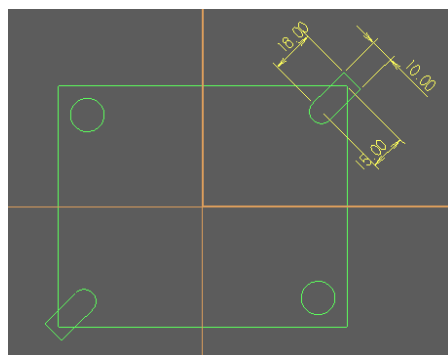
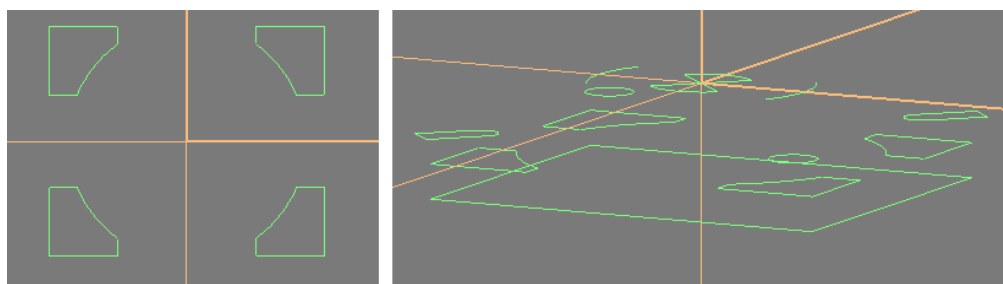
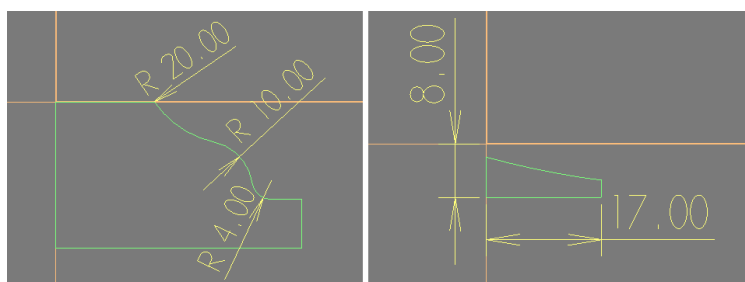
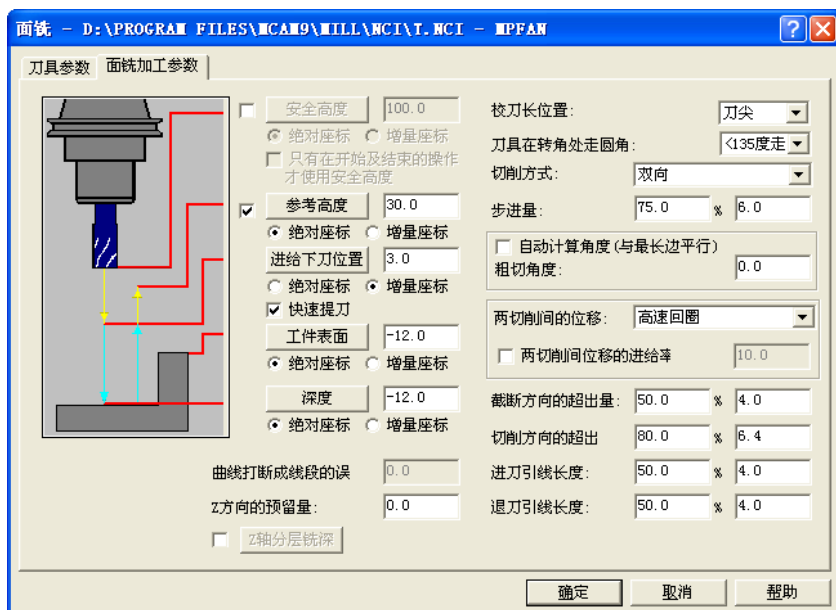

图 7-38 步骤 3) ~ 5) 模型
图 7-39 步骤 1) ~6) 模型
图 7-40 步骤 7) ~8) 模型
图 7-46 步骤 3) 面铣参数
5) 单击“转换”“单体补正”, 设定补正距离: 5, 分别将上述两条极坐标线补正两处, 并朝矩形外侧延伸 3mm, 以两点画圆的方式分别以直线的端点作圆  $2 \times \phi 10$ , 修剪各处并封闭图形, 完成图形如图 7-38 所示。
6) 设定新的作图深度 Z-20, 以原点为抓点方式作矩形 120×100、140×40、60×120, 以原点为圆心, 作圆 $\phi 104$ , 修剪各处, 完成图形如图 7-39 左所示, 步骤 1) ~ 6) 图形如图 7-39 右所示。
7) 新建第 2 层, 设定层名称 “line2”, 关闭第 1 层, 将视图切换到 “前视图”, 设定作图深度 Z0; 以原点为抓点方式作矩形 50×30, 点的位置点选 “左上”, 以任意点为第一端点作水平线, Y 坐标为-20、长度任意, 与该矩形相交; 以点 X30 Y-18 为圆心作圆  $\phi 20$ ; 单击 “圆弧” “切弧” “经过一点”, 圆弧要切的物体选择  $\phi 20$  圆, 输入经过点: X20 Y0, 输入半径: 20, 选择所要的圆弧, 单击鼠标左键确定; 同理, 单击 “圆弧” “切弧” “切两物体”, 分别选择  $\phi 20$  圆和 Y-20 的水平线, 半径 R4, 选择所要的圆弧, 单击鼠标左键确定; 修剪各处, 完成图形如图 7-40 左所示。
8) 单击 “圆弧” “两点画弧”, 输入第一点 X0 Y-2, 第二点 X14.12 Y-5.02, 输入半径 R120, 作垂直线 X0 和 X17, 作水平线 Y-8, 修剪延伸各处, 完成图形如图 7-40 右所示。
10) 单击 “实体” “挤出”, 图形选择图 7-39 左图形的 4 个串联, 距离: 8, 点选 “增加凸缘”; 单击 “实体” “旋转”, 选择图 7-40 左图形, 点选 “增加凸缘”; 起始角度:  $0^\circ$ , 终止角度:  $360^\circ$ , 旋转轴选择 Z 轴。
12) 单击“实体”“旋转”，选择图 7-40 右图形，点选“增加凸缘”；起始角度：0°，终止角度：360°，旋转轴选择 Z 轴；单击“实体”，“导圆角”，按图样要求选择扇形内部各边导圆角 R3；单击“实体”“挤出”，图形选择  $2 \times \phi 14$  圆和两处封闭半圆槽形，如图 7-38 所示，点选“切割主体”，距离：5。
3) 选择“面铣”，继续选择 $\phi 8$  平刀，图形选择图 7-39 左所示，刀具参数、参考高度和进给下刀位置等均同步步骤 2)，工件表面：-12.0，深度：-12.0，其余默认，如图 7-46 所示。